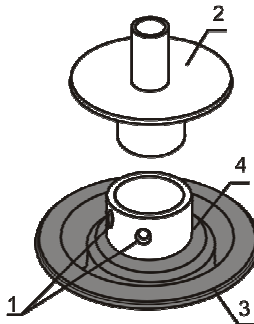

Abb. 2 Austausch der Dichtung
- Lösen Sie die zwei Schrauben auf dem Abstandhalter (Abb. 2/1).
- Entfernen Sie den Plattformadapter (Abb. 2/2).
- Setzen Sie eine neue ein, die an die Dichtungskante in der Rille des Abstandhalters hineinpasst (Abb. 2/4).
- Setzen Sie sie außerhalb der Dichtungsrille ein, auf der Kante des Plastikkörpers (Abb. 2/3).